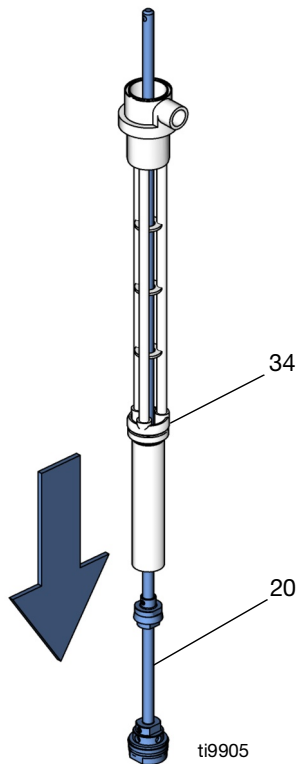

FIG. 19
8. Saque el eje de transferencia (20) del fondo del cuerpo de la bomba (34). Consulte la FIG. 19.